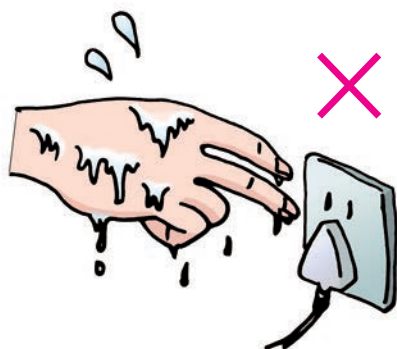

图 0-18
(5) 水能导电,应防止线路、用电器受潮,更不能用手接触用电器(图 0-18)。